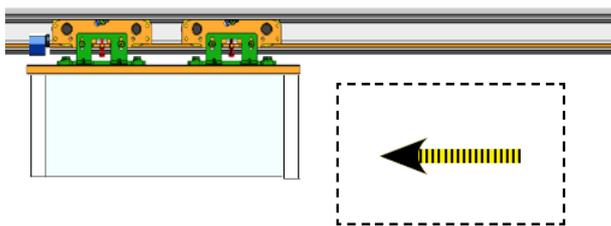

Рис. 18
- Переместите створки в открытое положение (рис. 18), подвиньте механический ограничитель к каретке до соприкосновения и затяните винты (рис.18 поз. 1).